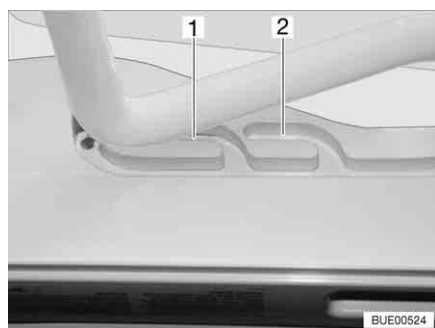
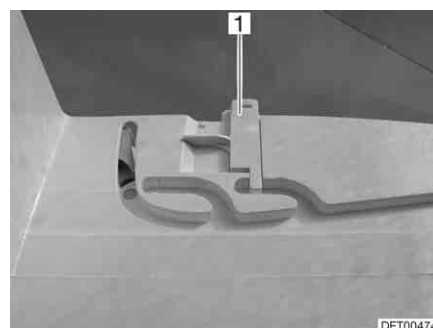

Fig. 106 Oblò Heki in posizione di ricircolo d'aria
Fig. 107 Bloccaggio della posizione di ricircolo d'aria
È possibile portare l'oblò Heki in due posizioni di ricircolo d'aria: Posizione brutto tempo (Fig. 106,1) e posizione centrale (Fig. 106,2). A seconda del modello è possibile bloccare l'oblò nella posizione centrale con il chiavistello (Fig. 107,1).
- Premere la staffa leggermente verso l'alto, spingerla nella guida selezionata (Fig. 106,1 o 2) ed eventualmente bloccarla.